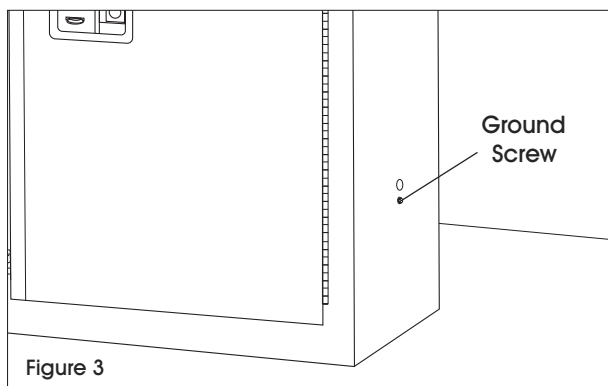

Figure 3
1. For exterior cabinet grounding, locate the safety cabinet's ground screw just below the green dot on the right-hand side. (See Figure 3)
1. Pour la mise à la terre externe de l'armoire, repérez la vis de mise à la terre située sous le point vert sur le côté droit de l'armoire. (Voir Figure 3)